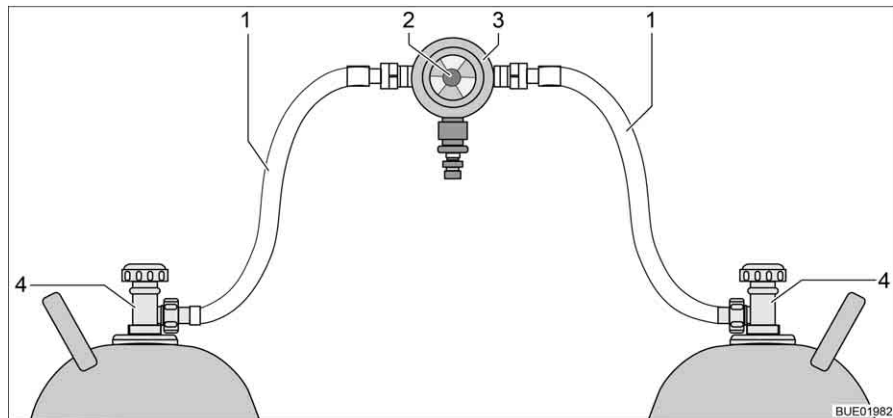
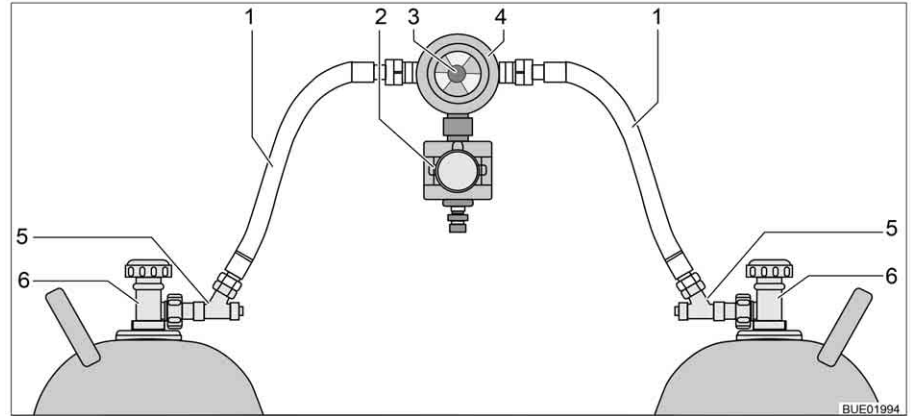

Bild 160 Omkopplingsenhet för gasflaska
Bild 161 Omkopplingsenhet för gasflaskor med CPU
Omkopplingsenheten för gasflaskorna består av en kombinerad gastrycksregulator med omkopplingsventil och visning (Bild 160,3). Omkopplingsenheten för gasflaskor är monterad mellan de två gaslangarna (Bild 160,1).
Omkopplingsenheten för gasflaskorna består av en kombinerad gastycksregulator med omkopplingsventil och visning (Bild 161,4) och en elektroventil (Bild 161,2). Elektroventilen spärrar vid kraftig bromsning, olycksfall eller kraftig lutning, av gastillförseln till fordonet. Omkopplingsenheten för gasflaskor är monterad mellan de två gasslangarna (Bild 161,1) med slangbrotts-säkringar (Bild 161,5).
Med vredet (Bild 160,2 resp. Bild 161,3) på omkopplingsenheten, ställer du in vilken av gasflaskorna som ska användas som driftflaska och vilken gasflaska ska användas som reservflaska.
Med kontrollenheten (Bild 162) kan endast de elektriska funktionerna styras. Gasflaskornas huvudavstängningsventiler (Bild 160,4 resp. Bild 161,6) måste öppnas eller stängas för hand.
- Öppna huvudavstängningsventilerna på gasflaskorna (Bild 160,4 resp. Bild 161,6).
- Tryck in slangbrottsäkringarna (Bild 161,5) i 10 sekunder, efter varandra.
- Välj med vredet (Bild 160,2 resp. Bild 161,3) på omkopplingsenheten, gasflaskan som ska prioriteras (driftflaska). Vrid alltid vredet till stoppläget.
- Stäng huvudavstängningsventilerna på gasflaskorna (Bild 160,4 resp. Bild 161,6).